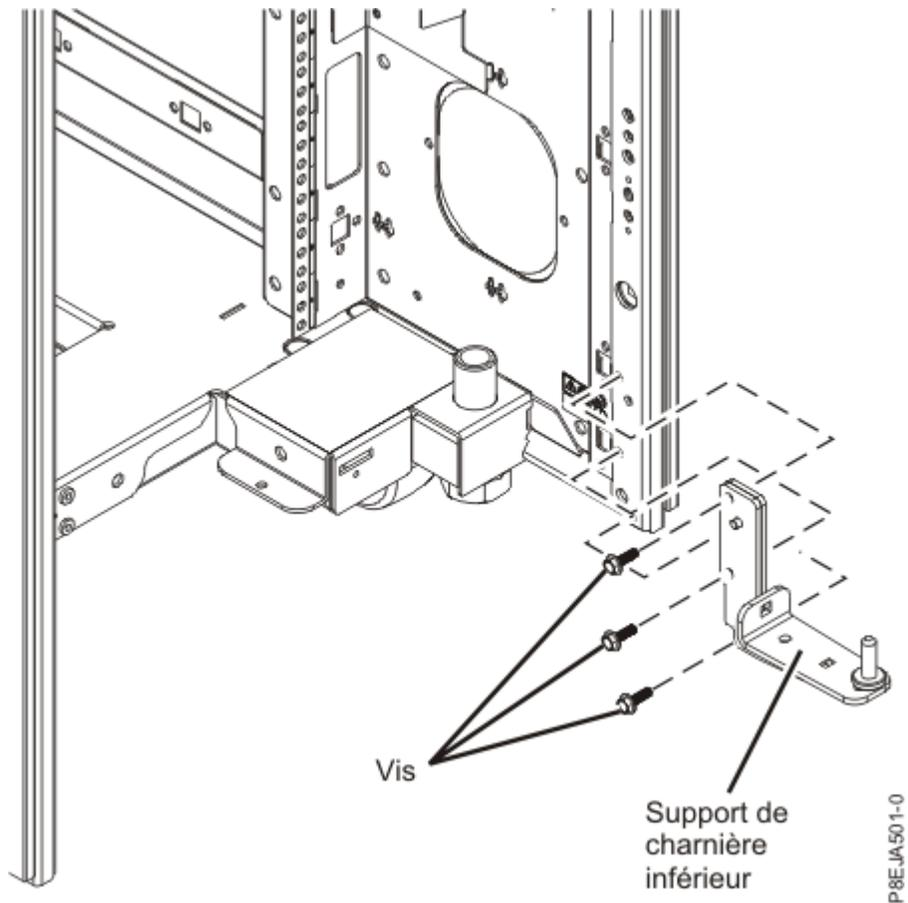

Figure 104. Installation de la charnière inférieure
- a. Ajoutez trois écrous clip M6 à l'armoire, comme indiqué à la Figure 104, à la page 152.
- b. Installez le support de charnière inférieur en serrant les vis M6x20 (PN 01KL839) en haut et en bas, comme indiqué à la Figure 104, à la page 152. Utilisez un tournevis dynamométrique pour serrer les vis jusqu'à $2,5 \text{ Nm} \pm 0,2 \text{ Nm}$.